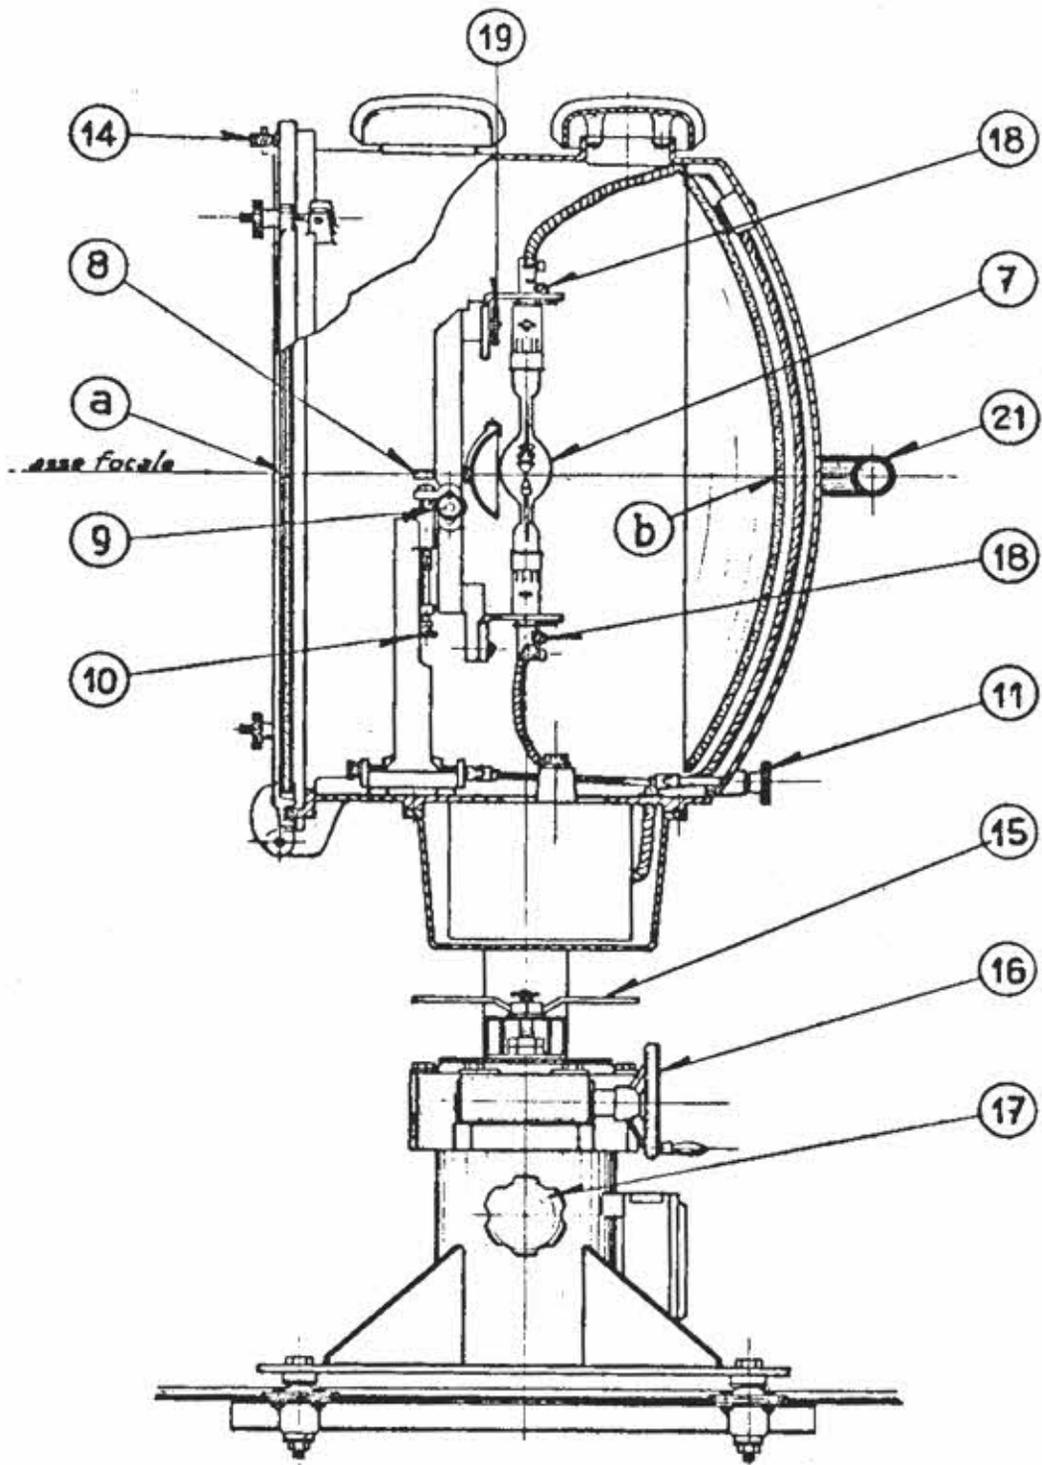

Fig. 2
- 4) Controllare che i due elettrodi della lampada (7) (Fig. 2) si trovino sull'asse focale e cioè sulla linea congiungente il circolo (a) inciso sul vetro frontale, il foro (8) del tubetto di guida dello specchio recuperatore e il piccolo circolo (b) inciso sullo specchio parabolico. Se necessario aprire la porta piana del proiettore ed agendo sulla vite (9) effettuare gli spostamenti laterali della lampada; agendo sulla vite (10) effettuare gli spostamenti verticali.
— Per i movimenti rapidi sbloccare il volantino (17) e brandeggiare il proiettore utilizzando il manubrio (21) (Fig. 2).
- 1) Allentare le due viti (18) (Fig. 2)
- 2) Allentare il pomello a vite (19) e sollevare il morsetto di bloccaggio della lampada fino a liberare il "codulo" superiore della lampada stessa.